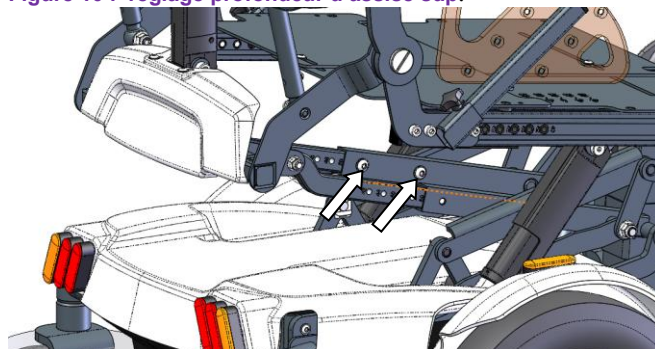

Figure 11 : réglage profondeur bras inf.
- Ôtez les deux vis de la barre inférieure d'assise (des deux côtés du fauteuil) (voir figure 11)